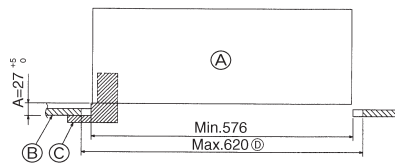

Fig. 5-2
5.2. Voorbereidingen voor het bevestigen van het rooster (Fig. 5-2)